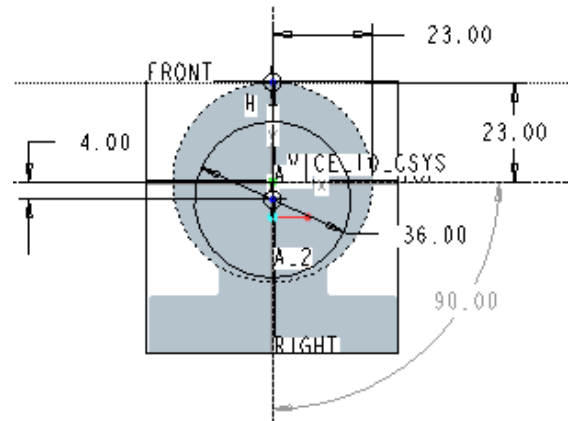

図 6-74 くり抜き部の指定
- ・「円ツール」を用いて、図 6-74 のようにインナーガイド支持部の中心から台座側に 4mm 下がった点を中心とする直径 36mm の円を描く。